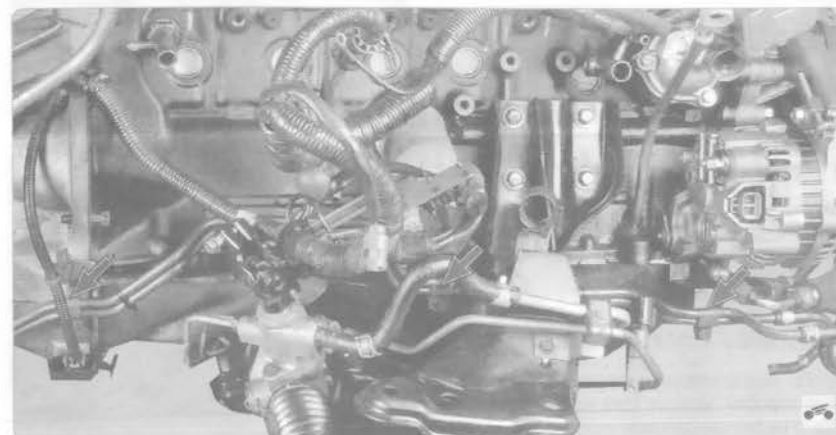

Рис. 5.11. Места крепления трубопроводов охлаждения жидкости автоматической коробки передач
82. Выверните болты крепления трубопроводов охлаждения жидкости автоматической коробки передач к масляному картеру и кожуху гидротрансформатора (рис. 5.11) и отведите их в сторону.